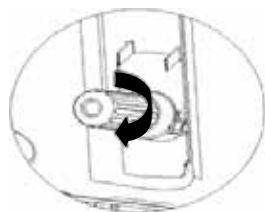

Fig.8
4. Un sonido «clíc» indica que el tapón del cartucho se ha perforado con el perno al enroscarlo, y que el gas puede fluir al barril de cerveza (fig. 8).